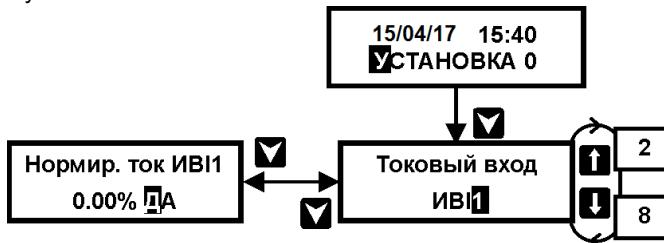

Рисунок 13 – Порядок действий по установке нуля токовых датчиков
1. Установить кнопками  или  пункт меню 1-ого уровня УСТАНОВКА 0 (см. рисунок 13);